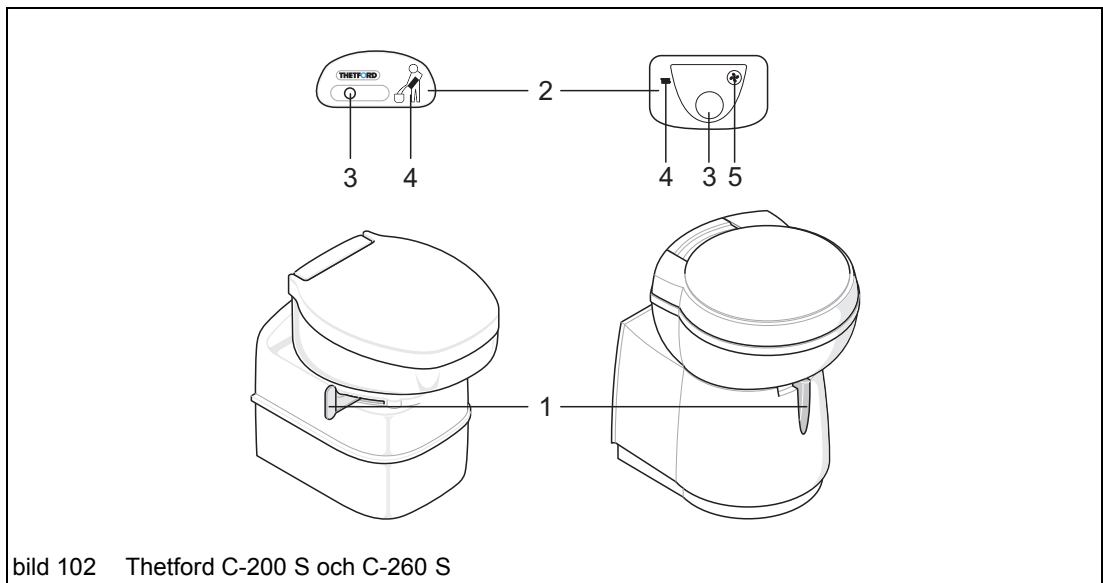

bild 102 Thetford C-200 S och C-260 S
- ➔ Före spolning, öppna skjutspjället med hjälp av spaken (bild 102/1).
- ➔ Tryck en gång på spolknappen (bild 102/3) för att aktivera panelen.
- ➔ För spaken (bild 102/1) åt sidan om skjutspjället fortfarande är stängt.
- ➔ För att spola, tryck på spolknappen (bild 102/3) flera sekunder (eventuellt måste manöverpanelen (bild 102/2) aktiveras på nytt).
- ➔ Efter spolning, stäng skjutspjället med spaken (bild 102/1).
Septiktanken (bild 103/1) har plats för ca 17 l och måste tömmas senast då nivåindikatorn (bild 102/4) tänds. Låt inte septiktanken bli alltför full.
Septiktanken (bild 104/1) har plats för 18(l bild 102/l och måste tömmas senast då nivåindikatorn 4) tänds. Låt inte septiktanken bli alltför full.
- ➔ Stäng skjutspjället (bild 102/1) i toaletten.